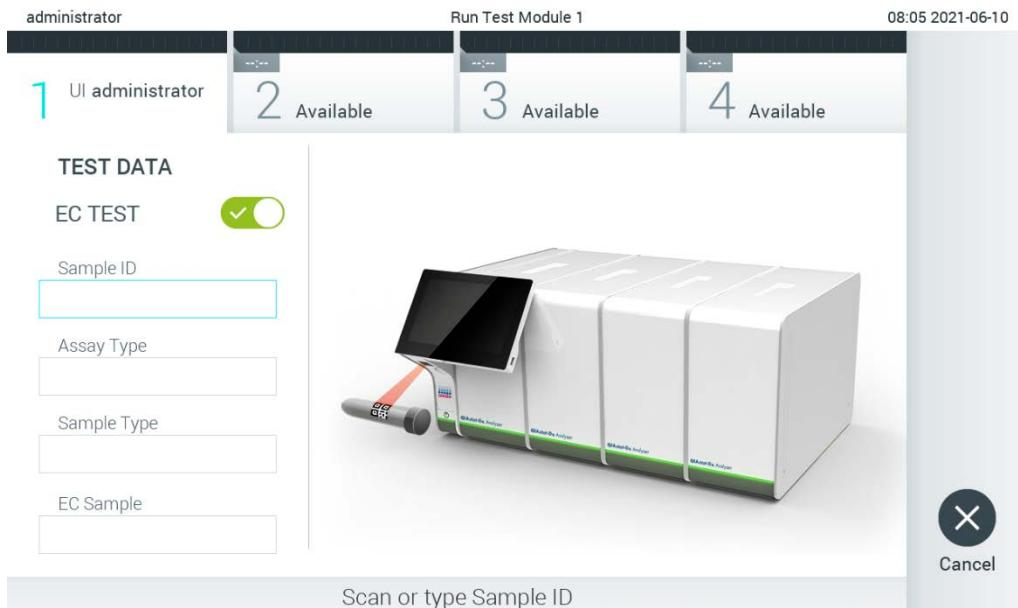

Figura 88. Acționarea butonului de comutare EC Test (Testare EC) pentru activarea unei testări EC.
2. Actionați butonul de comutare EC Test (Testare EC) (Figura 88).
3. Atunci când vi se solicită acest lucru, scanăți codul de bare pentru ID-ul probei, folosind cititorul de coduri de bare integrat în Modulul operațional (Figura 88).